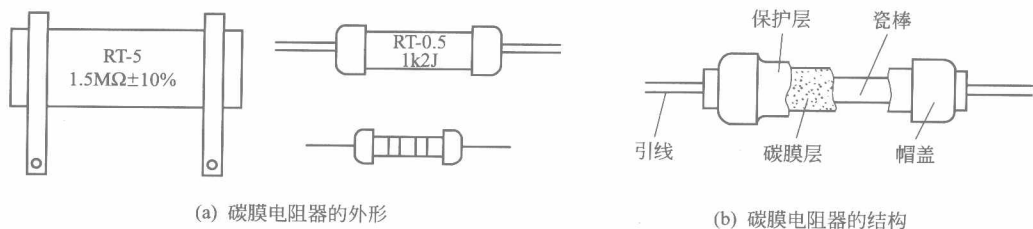

图 1-2 碳膜电阻器的外形及其结构
(1) 碳膜电阻器 碳膜电阻器采用碳膜作为导电层,属于薄膜型电阻器的一种。它是将气态碳氢化合物在高温和真空中热分解出的结晶碳沉积在柱形或管形陶瓷骨架上制成的。改变碳膜厚度和用刻槽的方法变更碳膜的长度,可以得到不同的阻值。这种电阻器的性能一般,但价格便宜,一般使用在功率不大、频率不是很高的场合,是电源电路上用得最多的一种电阻器。碳膜电阻器的外形及其结构如图1-2所示。